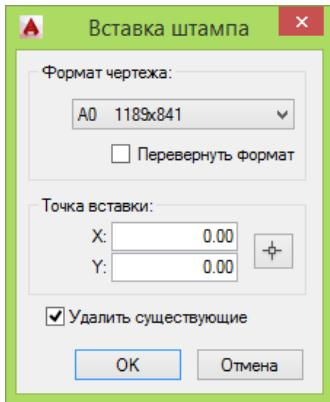

Рис. 6. Диалоговое окно Вставка штампа
4. В диалоговом окне *Формат штампа* (см. Рис. 6) выбрать формат из списка возможных значений, указать левый нижний угол штампа и нажать OK.